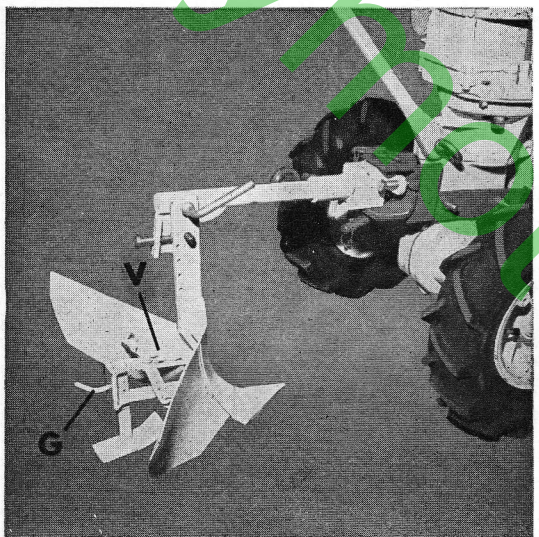

Fig. 17
- Son montage sur le porte-outil est identique au montage de la herse (fig. 17).